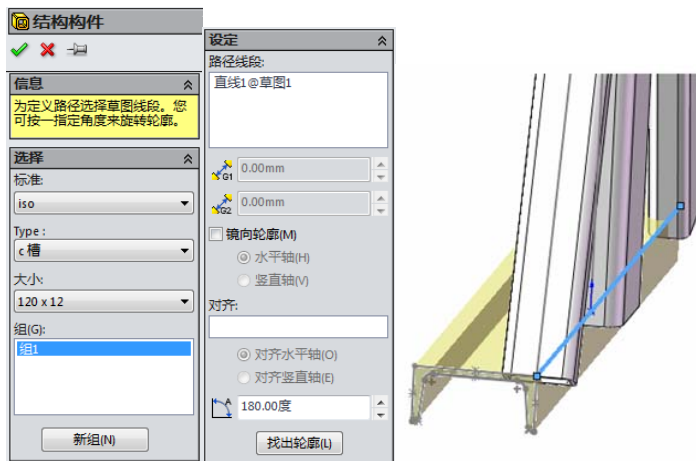

图 15-8 添加“结构构件 4”
⑥重复上述的操作, 添加“结构构件 4”, 构件的类型是“C 槽”, 120×12 大小, 选择需要添加结构构件的直线, 键入旋转角度数值 180, 旋转结构构件 180°, 如图 15-8 所示。